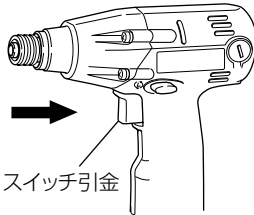

図 15
- スイッチ引金の引込み量により $0 \sim 2,200 \text{ min}^{-1}$ { $0 \sim 2,200$ 回/分 } まで無段階に回転数が変わります。ネジ締め開始時には引金を少し引いてゆっくりスタートしてお使いください。(図 15) また、スイッチ引金をはなすとブレーキがかかり、すぐに止まります。